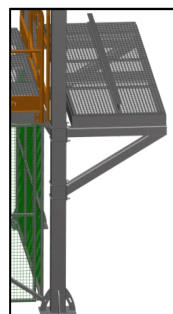

рис. 24
2. Поверх рамы настила устанавливаются элементы настила и крепятся стандартными крепёжными комплектами (4 шт. на один настил 1х1м и 3 шт. на короткий настил). Поверх настилов укладывается имитация рельса и крепится крепёжными комплектами от настилов (4 шт.) (рис. 24).